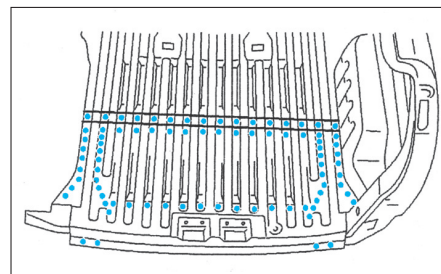

FIG. 133
- Poser le plancher AR par recouvrement (Fig.133).